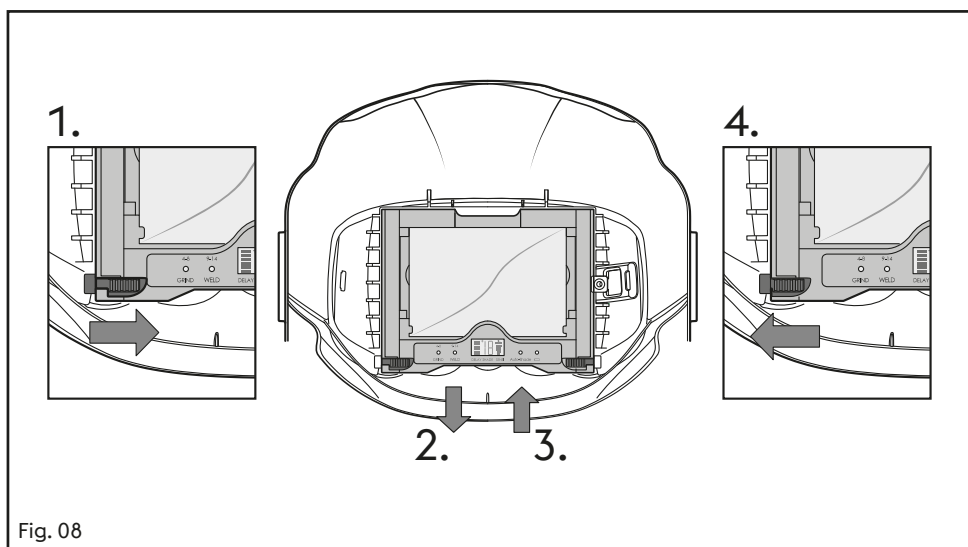

Fig. 08
1. Aby wymienić soczewkę wewnętrzną, należy zdjąć ADF z klapki. Aby to zrobić, należy podnieść klapkę do góry. Oprzyj kask z brodą skierowaną do góry, odstawiając dolną część ADF. (str. 7 - rys. 08) Przesuń dwie zatrzaski do środka. Teraz można wysunąć ADF, delikatnie pociągając.
4. Zamontuj ponownie ADF, wsuwając go wzdłuż wypustek z powrotem do klapki i przesuwając dwie wypustki na zewnątrz, aby zabezpieczyć ADF na miejscu. (str. 7 - rys. 08)
1. Aby wymienić baterię ADF należy zdjąć ADF z klapki. Aby to zrobić, należy podnieść klapkę do góry. Oprzyj kask z brodą skierowaną do góry, odstawiając dolną część ADF. (str. 7 - rys. 08) Przesuń dwie zatrzaski do środka. Teraz można wysunąć ADF, delikatnie pociągając.